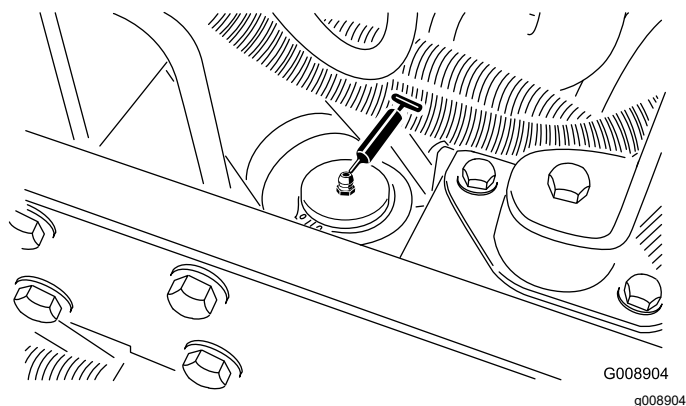

Figura 70
- Cilindru de direcție (Figura 70).